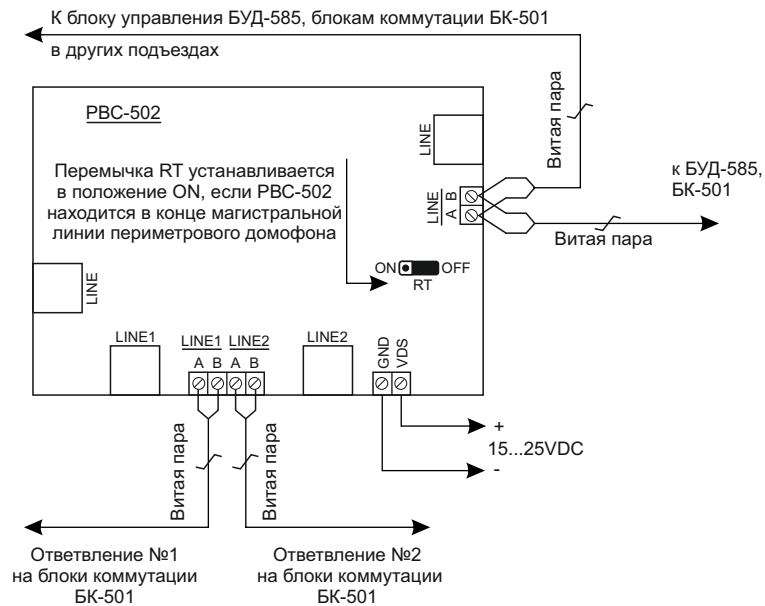

Рисунок 5 - Пример клеммного подключения PBC-502
- 2) клеммное подключение, см. рисунок 5.